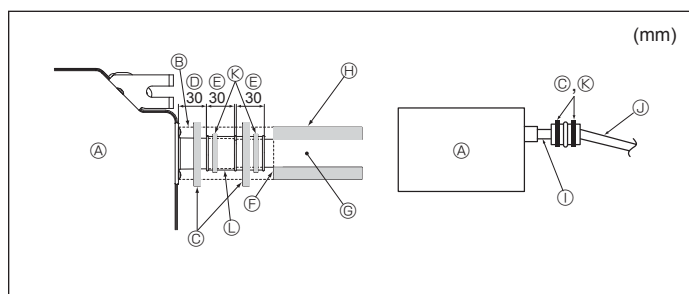

Fig. 3-5
- ① Y.D.  $\varnothing$  38 PVC-slang för grupperade rör. (isolering 9 mm eller mer)
1. Anslut kondensvattenanslutningen (levereras med enheten) till kondensvattenutloppet (Fig. 3-5) (Fäst upp slangens med PVC-lim och säkra den med ett band.)